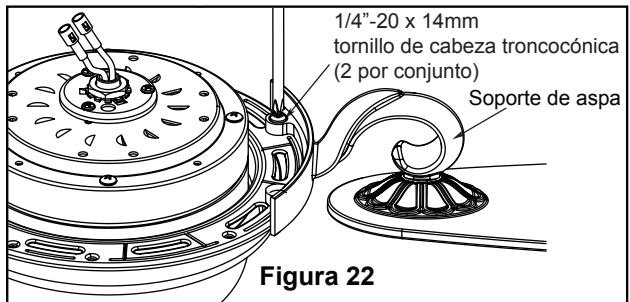

Figura 22
- Fije los soportes de aspas al soporte del motor mediante los tornillos de 1/4"-20 x 14 mm a través de los orificios ubicados al costado del soporte del motor. (Figura 22)